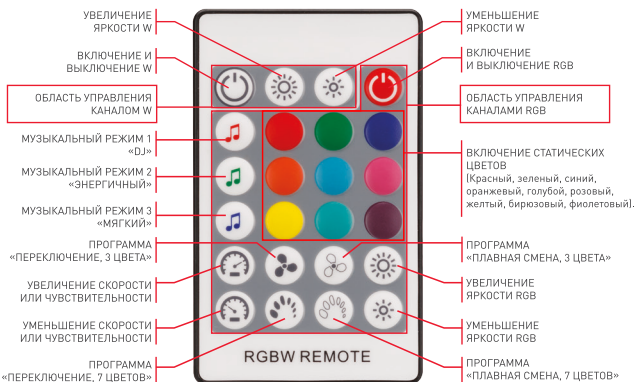

Рис. 3. Назначение кнопок пульта ДУ.
- 3.9. Проверьте управление (см. Рис. 3).
- Нажмите и удерживайте кнопку уменьшения скорости (см. Рис. 3);